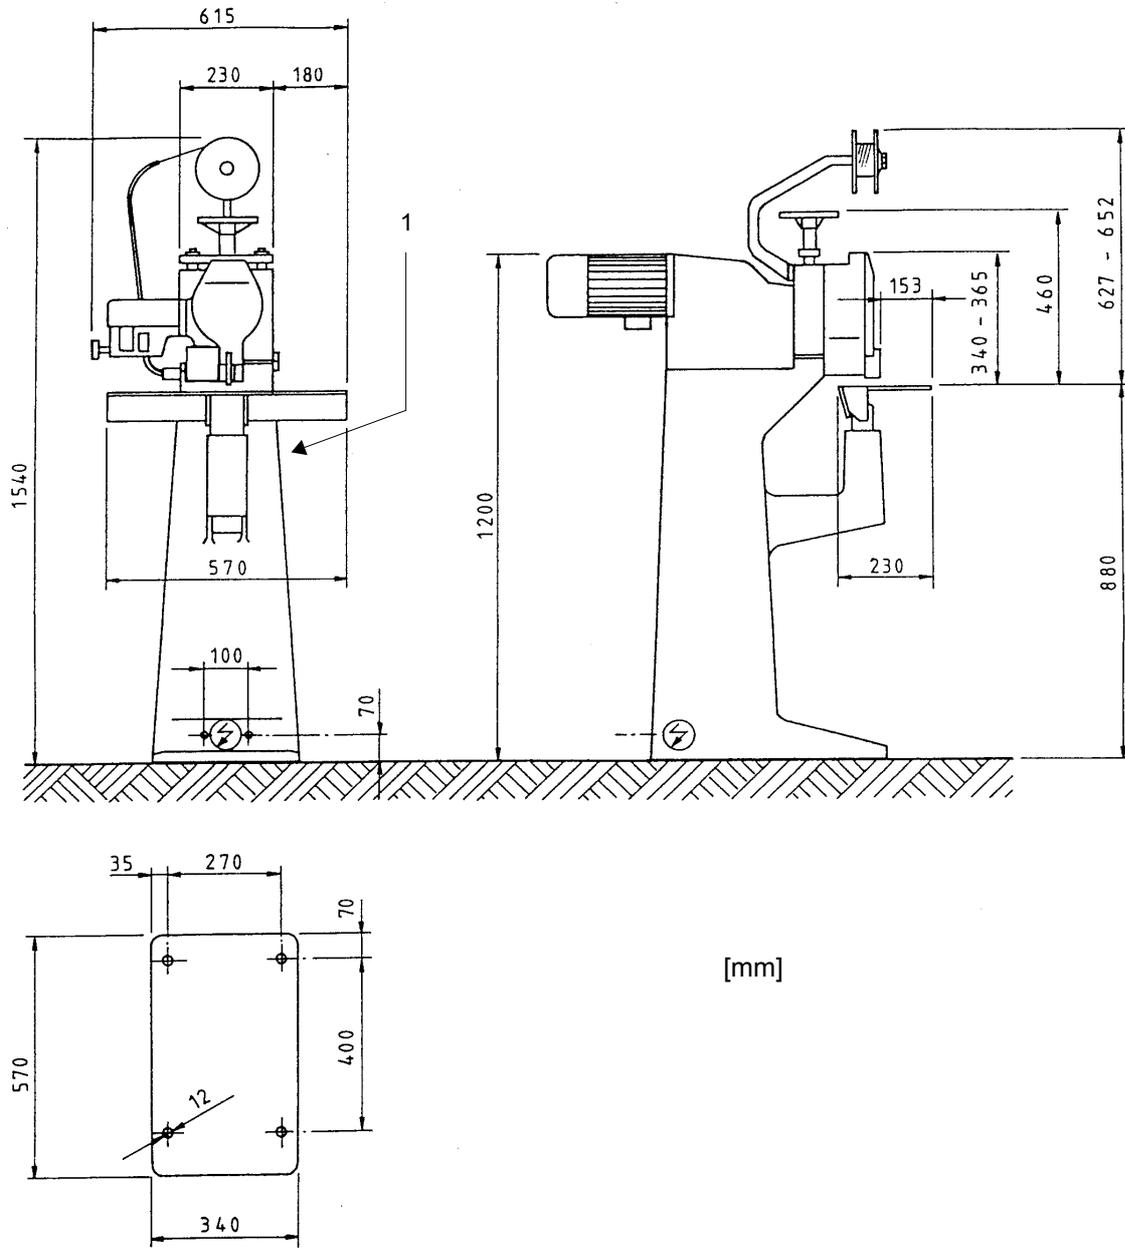

Fig. 2.1
- Fig. 2.1 -
La plaque signalétique et le marquage CE se trouvent sous l'interrupteur principal - Fig. 2.1 - / N° 1.